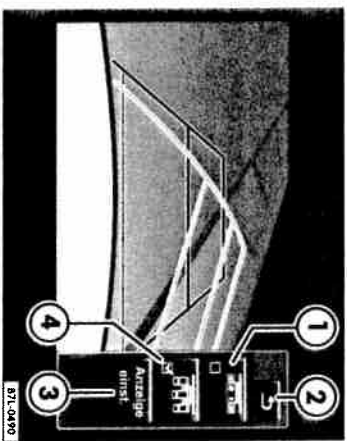
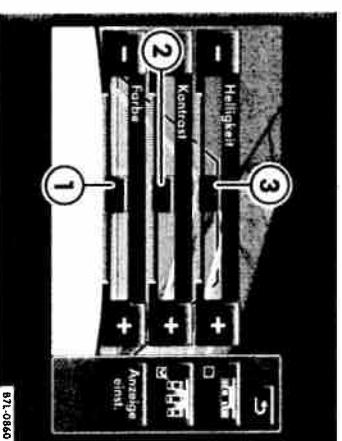

Fig. 14 Regimurile de parcare: ieșirea din reprezentarea actuală (2), regim de parcare 2 (1), setări ofișie (3) și regimul de parcare 1 (4).
Fig. 15 Setările ecranului: Reglați culoarea (1), contrastul (2) și luminozitatea (3) ecranului.
- Apăsăți scurt tasta funcțională [Anzeige einst.] (setare afișaj) ⇒ fig. 14 (3), pentru a modifica luminozitatea, contrastul sau culorile ecranului. Pentru fiecare posibilitate de reglare aveți la dispoziție un cursor ⇒ fig. 15.